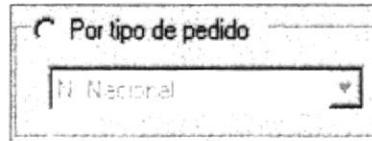

Figura 9.44. Consulta por tipo de pedido.
3. Si el usuario desea hacer una consulta por tipo de pedido haga click en la opción que dice *Por tipo de pedido*, luego haga click en  para seleccionar de la lista el tipo de pedido que desee consultar (Ver Figura. 9.44).